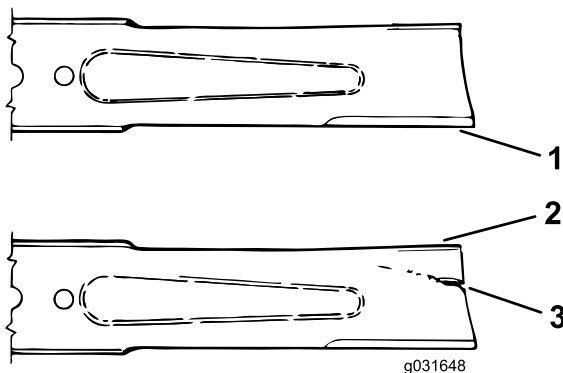

Figura 74
- Examinai cu atenție capetele de tăiere ale lamei, în special acolo unde se întâlnesc pările plate i curbate ale lamei (Figura 74).